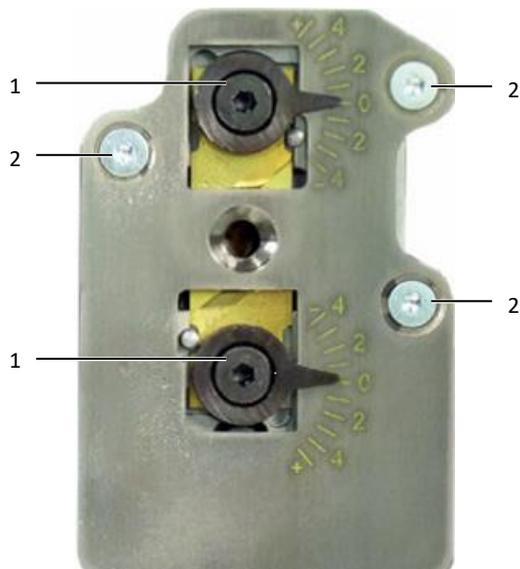

Imagen 30: Unidad pelacables
- Retire ambas excéntricas (imagen 30, pos. 1) (llave hexagonal 2,5 mm).
- Afloje los tornillos de fijación (imagen 30, pos. 2) (llave hexagonal 2,0 mm) y retire la cubierta.